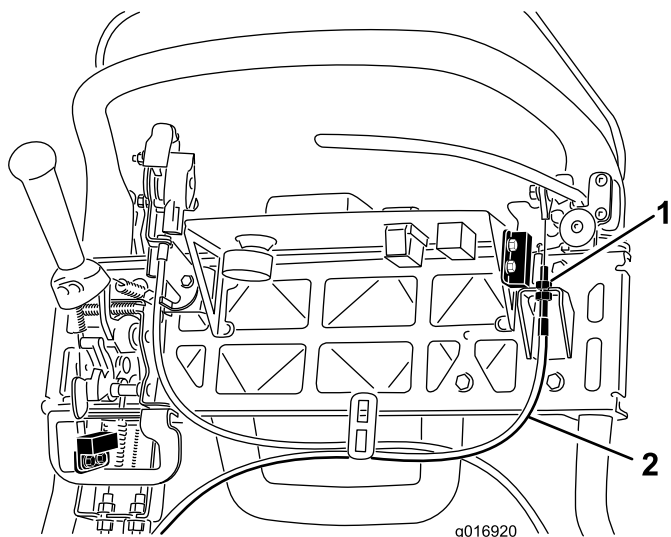

Figura 41
3. Per aumentare la tensione del cavo, allentate il controdado del cavo superiore e serrate il controdado del cavo inferiore (Figura 41) finché non occorre applicare una forza di 156 N sulla stegola della leva del freno per rilasciare il fermo del freno di stazionamento. Non regolate eccessivamente, perché la cinghia del freno potrebbe opporre resistenza.